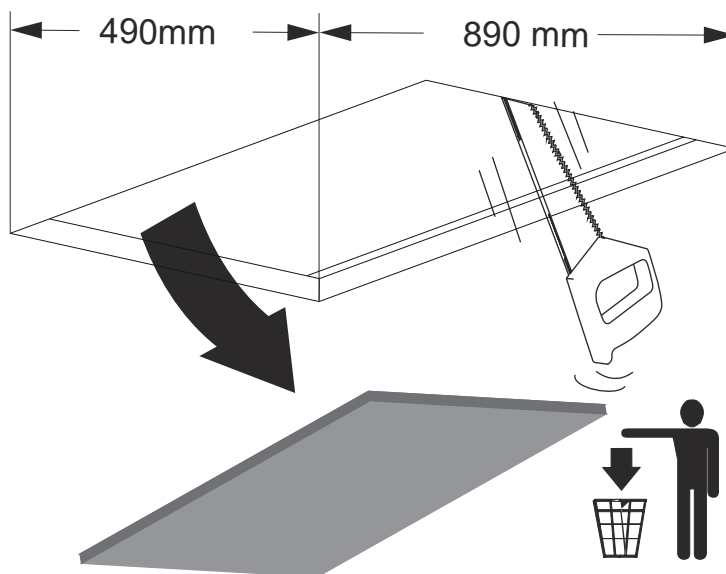

Fig. 14
**3.** ➤ Taket eller materialet där fläkten ska monteras måste skäras till enligt angivna mått (Fig. 14).